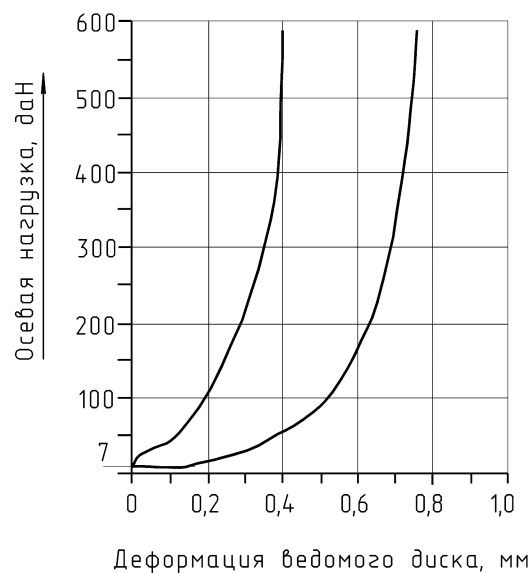

Рис.86. Ведомый диск сцепления:
**Ведомый диск** (рис.86) имеет две фрикционные накладки 1, приклепанные независимо одна от другой к пластинчатым пружинам, также снабжен встроенным демпфером холостого хода и двухступенчатым гасителем крутильных колебаний. Демпфер холостого хода снижает стуки и вибрации шестерен коробки передач на холостом ходу. С ростом передаваемого крутящего момента вступает в действие двухступенчатый гаситель крутильных колебаний. Сначала вступают в работу пружины 3 первой ступени демпфирования гасителя крутильных колебаний, далее начинают работать пружины 4 второй ступени.